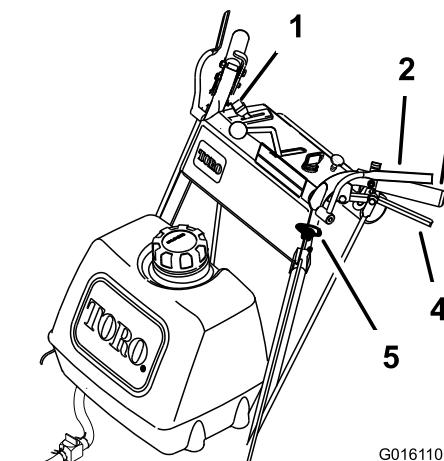

Figura 12
1. Per innestare le lame, schiacciate le leve del comando Operator Presence Control (OPC) contro le impugnature delle stegole (Figura 12).
1. Spingete la manopola di comando delle lame (PDF) verso il basso in posizione di riposo (Figura 12).
2. Lasciando andare le leve del comando Operator Presence Control (OPC), così che il motore si spegna e le lame si arrestino (Figura 12) quando il dispositivo di comando delle lame è innestato.